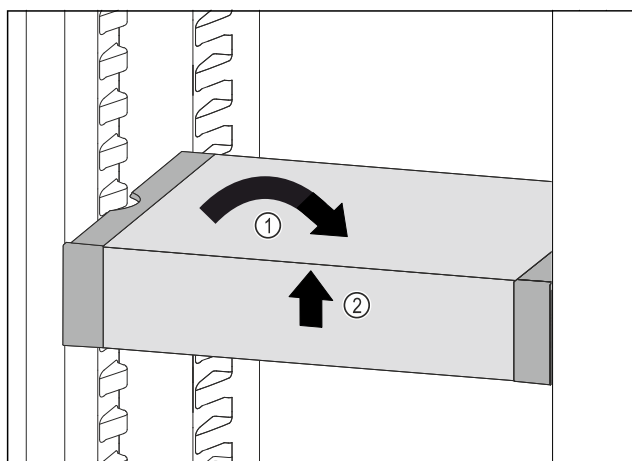

Fig. 134
- ▶ Seadke VarioSafe otseks. Fig. 134 (1)
- ▶ Tõstke VarioSafe eest üles. Fig. 134 (2)